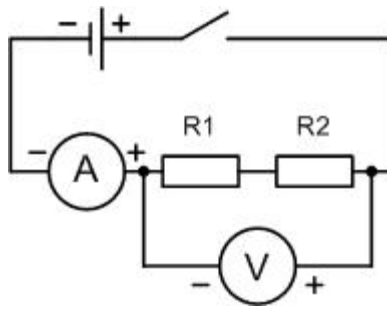

Рис. 4. Схема 2
2. Наступним кроком буде вимірювання напруги на послідовному з'єднанні провідників (рисунок 4, схема 2). Щоб перейти від схеми 1 до схеми 2 досить переставити провідник, що йде від клеми «+» вольтметра на праву клему резистора  $R_2$ . Тепер вольтметр вимірює напругу на послідовному з'єднанні  $U$ . На рисунку 5 зображене фото цього кола. Після одержання дозволу замкніть ключ і запишіть покази вольтметра. При сталій напрузі в мережі покази амперметра не повинні змінюватись, тому досить лише контролювати покази амперметра, не записуючи їх. Закінчивши вимірювання, розімкніть ключ.